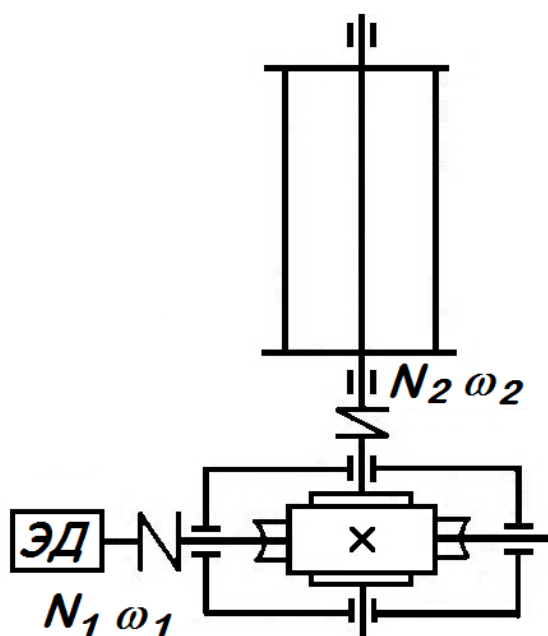

Рис. 10
3. Рассчитать червячную передачу редуктора привода лебедки (рис. 10). Мощность электродвигателя  $N_1$ , угловая скорость его  $\omega_1$  и угловая скорость барабана  $\omega_2$  приведены в табл. 9. Недостающими данными задаться. Срок службы редуктора 30 000 ч.
4. По данным предыдущей задачи 3 рассчитать вал червячного колеса редуктора (рис. 10) и подобрать для него по ГОСТ 8338-75 подшипники качения. Расстояниями между подшипниками конструктивно. Вал колеса соединяется с валом барабана посредством упругой муфты. Привести рабочий эскиз вала (рис. 4).